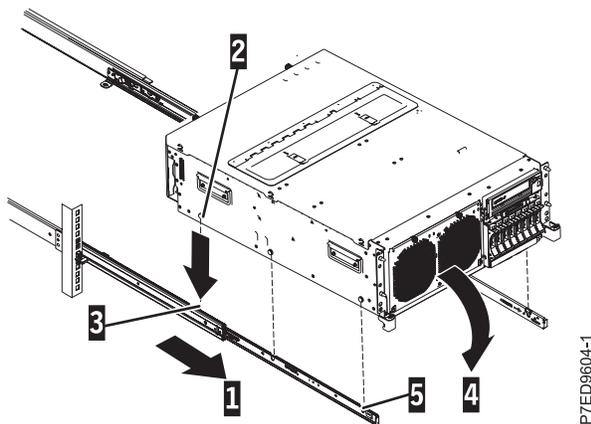

Figura 9. Tendido de los rieles deslizantes y alineación de las cabezas de clavo del servidor con las ranuras del riel
2. Tire de los rieles deslizantes hacia adelante (1) hasta que se oiga dos veces un clic, lo que indica que se han encajado, como se muestra en la Figura 9. Levante cuidadosamente el servidor e inclínelo en su posición sobre los rieles deslizantes de manera que las cabezas de clavo posteriores (2) del servidor queden alineadas con las ranuras posteriores (3) de los rieles deslizantes. Deslice el servidor hacia abajo hasta que las cabezas de clavo posteriores se inserten en las dos ranuras posteriores y, a continuación, baje lentamente la parte frontal del servidor (4) hasta que las otras cabezas de clavo se inserten en las otras ranuras de los rieles deslizantes. Asegúrese de que el pestillo frontal (5) se desliza sobre las cabezas de clavo.